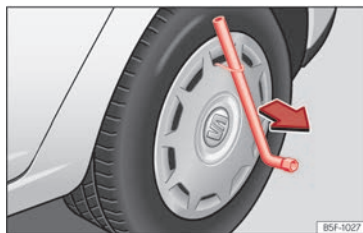

Abb. 184 Die Radvollblende vom Rad abnehmen.
- Radschlüssel durch den Drahtbügel schieben, am Reifen abstützen und Radvollblende abziehen »» **Abb. 184**.